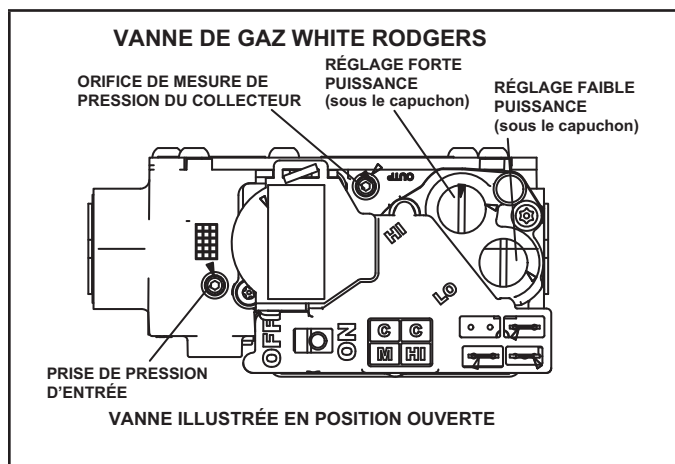

FIGURE 64
Fonctionnement de la vanne de gaz (FIGURE 64)
- 6 - Mettre le contacteur de la vanne de gaz sur «OFF». Voir la FIGURE 64.
- 8 - Mettre le contacteur de la vanne de gaz sur «ON». Voir la FIGURE 64.
Une connexion située sur la vanne de gaz permet d'accéder à la pression d'alimentation. Voir la FIGURE 64. Dévisser la vis à tête hexagonale de 3/32 d'un tour, brancher un tube de 5/16 po et brancher un manomètre pour mesurer la pression d'alimentation. Voir le TABLEAU 15 pour la pression de la conduite d'alimentation.
Une connexion située sur la vanne de gaz permet d'accéder à la pression du collecteur. Voir la FIGURE 64. Dévisser la vis à tête hexagonale de 3/32 d'un tour, brancher un tube de 5/16 po et brancher un manomètre pour mesurer la pression du collecteur.
- 5 - Au besoin, faire les ajustements nécessaires. La FIGURE 64 indique l'emplacement des vis de réglage des puissances mini et maxi.